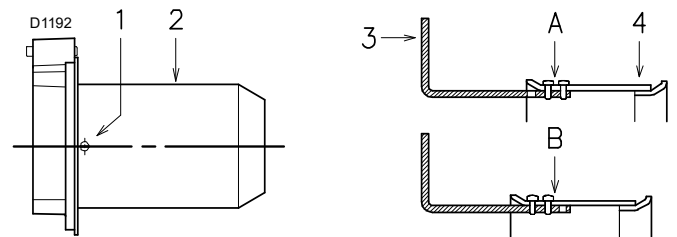

Fig. 13
- Desenroscar los tornillos 1) (Fig. 13) y desmontar el tubo llama 2).
- Desplazar la fijación de la varilla 3) (Fig. 13) de la posición A a la B, retrasando así el obturador 4).
- Montar nuevamente el tubo llama 2)(Fig. 13) y los tornillos 1).